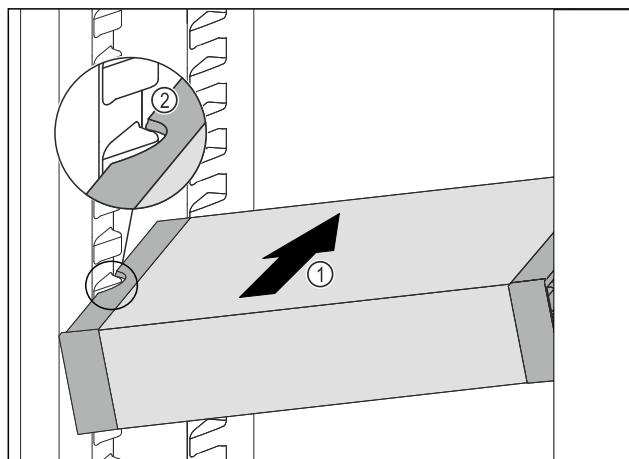

Fig. 191
- ▶ A VarioSafe fiókot ferdén tolja be a hűtőrészbe Fig. 191 (1) annyira, hogy a VarioSafe oldalsó kivágásai Fig. 191 (2) a hűtőrészben a tartóborda magasságában legyenek.